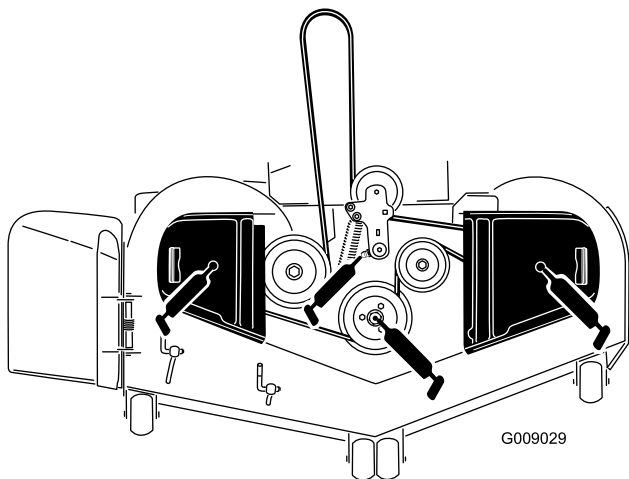

Figure 45
3. Graissez le pivot de la poulie de tension du tablier de coupe jusqu'à ce que la graisse ressorte par le bas (Figure 45).
4. Lubrifiez les roulements des 3 axes jusqu'à ce que la graisse ressorte par les joints inférieurs (Figure 45).
5. Graissez le bras de tension de la courroie d'entraînement (Figure 45).